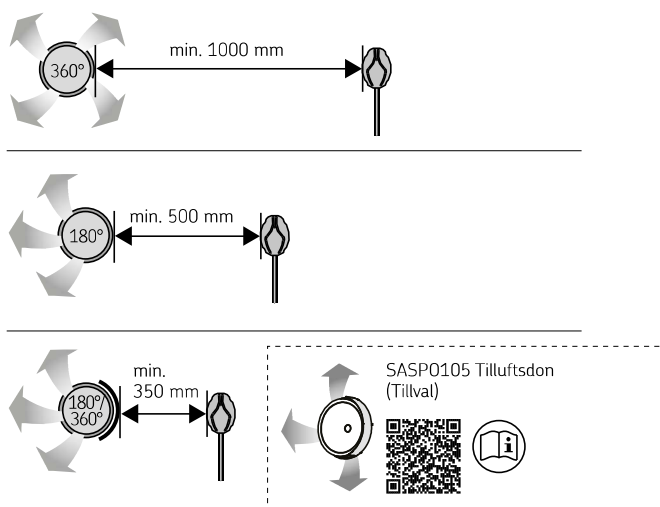

Bild 10. Minimiavstånd mellan tilluftsventil och temperaturgivare.
- **Fläktventilation:** Tilluftsventilen bör installeras i övre delen av bastun så att den inte påverkar temperaturgivarens funktion. (Bild 10. Minimiavstånd mellan tilluftsventil och temperaturgivare.)